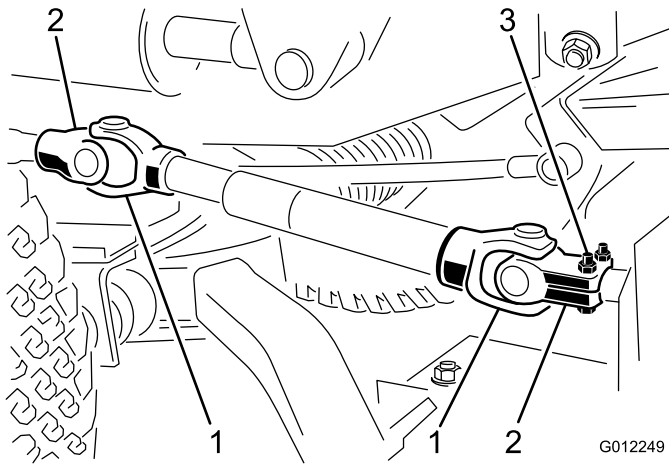

Figura 11
1. Alinee los taladros de la horquilla y del eje primario de la caja de engranajes. Deslice la horquilla sobre el eje y sujete los dos componentes con un pasador cilíndrico y 2 tornillos de caperuza (5/16 x 1-3/4 pulgadas) y contratuerca (5/16 pulgadas) (Figura 11).